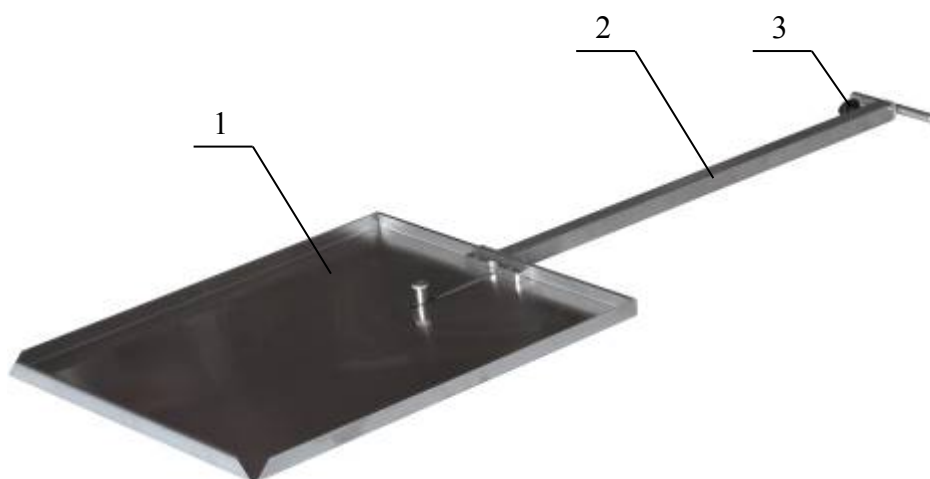

Рисунок 6. Держатель рентгеновской кассеты.
6. **Держатель рентгеновской кассеты (Рисунок 6).** Металлическая лопатка с фиксатором и длинной складной ручкой для введения (установки) R-кассеты под рентгенопрозрачной столешницей стола в продольном направлении.